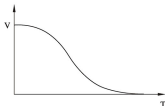

图5.2
- 代码P2不设为0时，为软停机模式。图5.2为软停车模式的输出电流波形。T由代码P2设置软停时间。在这种停机模式下，电动机的供电由旁路接触器切换到软起动器的晶闸管输出，软起动器的输出电压由全压逐渐减小，使电机转速平稳降低，以避免机械震荡，直到电动机停止运行。软停机时的输出截止电压等同于启动时的起始电压。